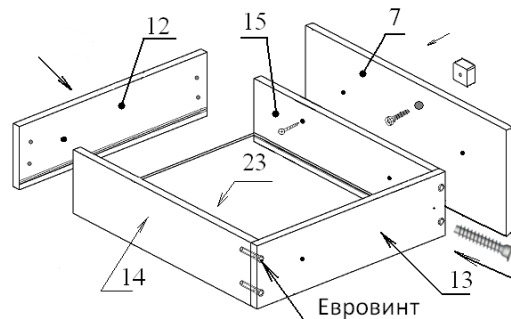

Рисунок 4
6. Используя евровинт 50мм собрать ящик из деталей (поз. 12,13,14,15,23), (12,13,16,17,24), (18,19,20,21,22,25). См. рисунок 4,5,6.